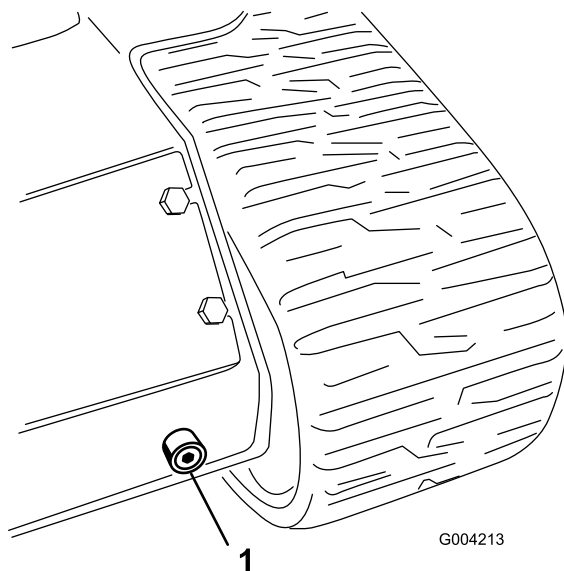

Figura 62
6. Posizionate una grossa bacinella di spurgo della capacità di 57 litri sotto il tappo di spurgo nella parte anteriore della macchina (Figura 62).
7. Togliete il tappo di spurgo e lasciate defluire l'olio nella bacinella (Figura 62).